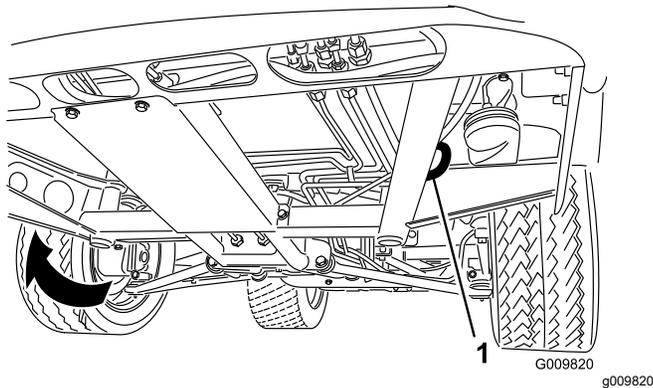
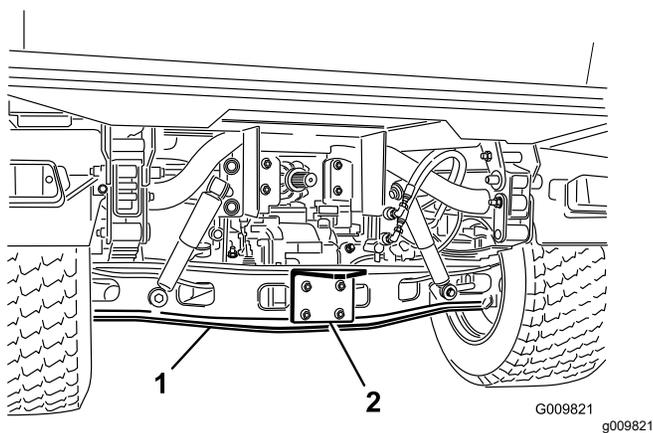

図 19
図 20
- ロープがけポイントについては図 19 と 図 20 を参照してください。
1. 機体前部にある牽引トングにロープなどの牽引索を取り付ける図 19。